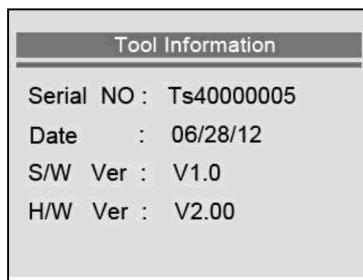

Рисунок 2-20
- 2) Ознакомьтесь с информацией о сканере, отображаемой на экране дисплея. См. рисунок 2-20.